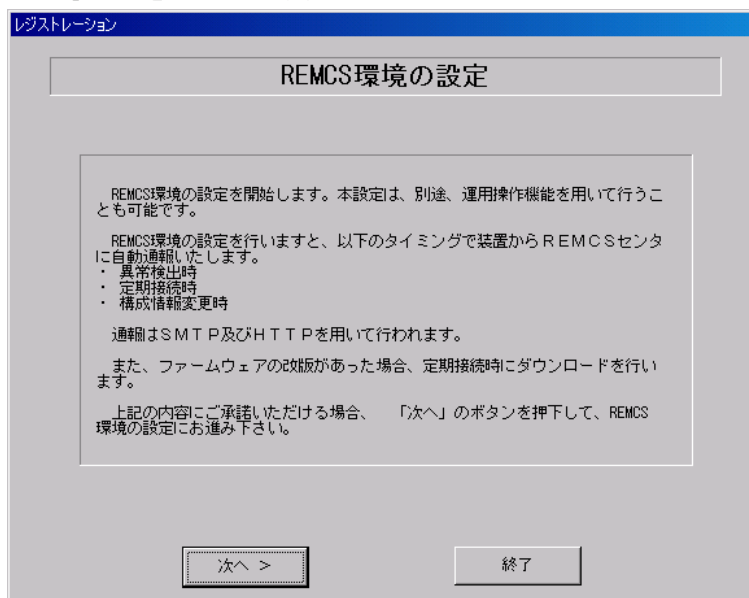

図 4-46 REMCS 環境設定(P-P 接続)
- 14 「4.3.1 レジストレーション(P-P 接続)」の完了後、つづけて REMCS 環境設定画面(図 4-46)が表示されます。画面の説明をお読みください。